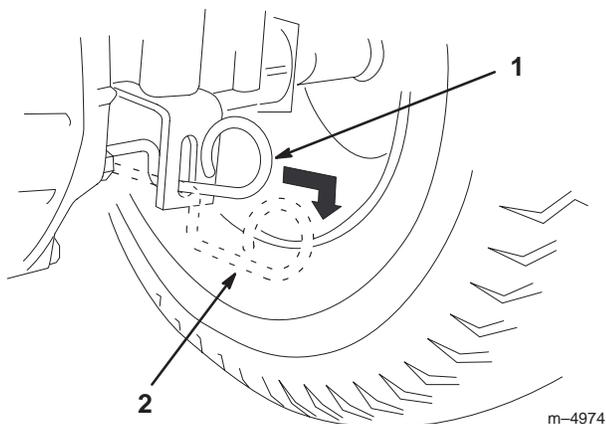

Figure 13
2. Tirez la commande de transmission en position de poussée. Cela a pour effet de débrayer la transmission et de permettre aux roues de tourner librement (Fig. 13).
Poussez la commande de transmission en position de fonctionnement. Cela a pour effet d'embrayer la transmission (Fig. 13).